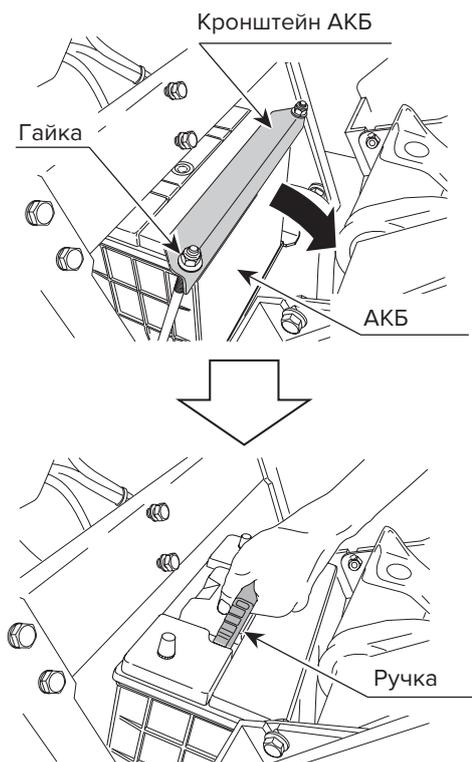

Рис. 52
4. Удерживая за ручку, извлеките АКБ (рис. 52).